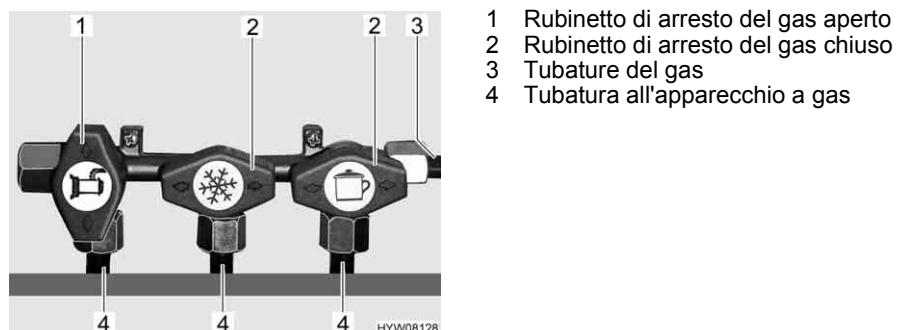

Fig. 54 Posizione dei rubinetti di arresto del gas (esempio)
- Posizionare il rubinetto di arresto del gas dell'apparecchio a gas corrispondente parallelamente (Fig. 54,1) alla tubatura (Fig. 54,4) che alimenta l'apparecchio a gas.
- Posizionare il rubinetto di arresto del gas dell'apparecchio a gas corrispondente trasversalmente (Fig. 54,2) alla tubatura (Fig. 54,4) che alimenta l'apparecchio a gas.